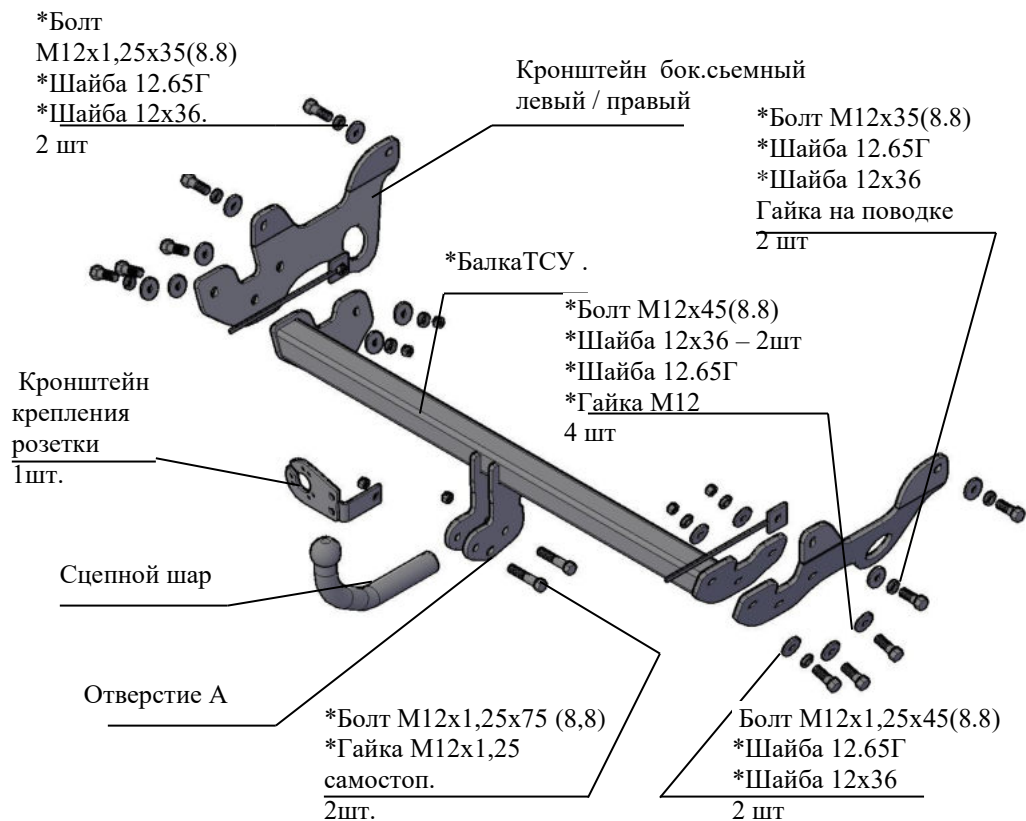

Рис.1 Тягово-цепное устройство 8600
2.1 ТСУ 8600 в сборе (рис.1)	1 шт.
2.2 Пакет с комплектующими (см. рис.1)	1 шт.
4.2 Закрепить боковые съемные кронштейны ТСУ левый и правый к лонжеронам а/м (в соответствии с рис.1) : к передним отверстиям (по ходу а/м) болтами М12х1,25х35 (гайки приварные штатные), подложив под головки болтов шайбы 12.65Г и шайбы 12х36, а к задним – болтами М12х35, используя гайки на поводке (гайки на поводке вставить в отверстия в горизонтальной полке лонжерона), подложив под головки болтов, шайбы 12.65Г и шайбы 12х36. Крепеж не затягивать.